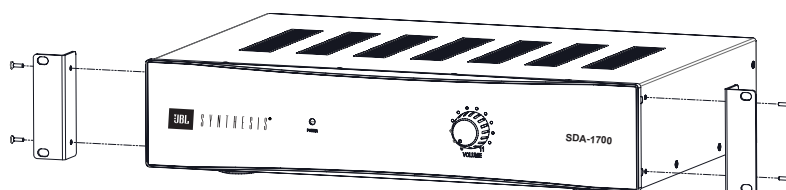

Abb. 4
- Falls erforderlich oder angebracht, befestigen Sie die Montageklammern mit den mitgelieferten Schrauben an beiden Seiten der Verstärkerfront. Siehe Abb. 4.